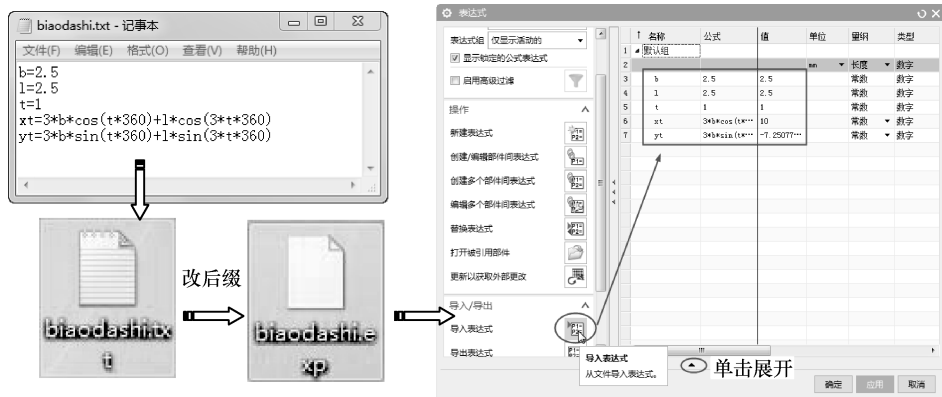

图 6-7 导入表达式
- 在文本文件中输入表达式,然后执行菜单栏中【工具】|【导入或导出表达式】命令,将它们导入表达式变量表中,如图6-7所示。